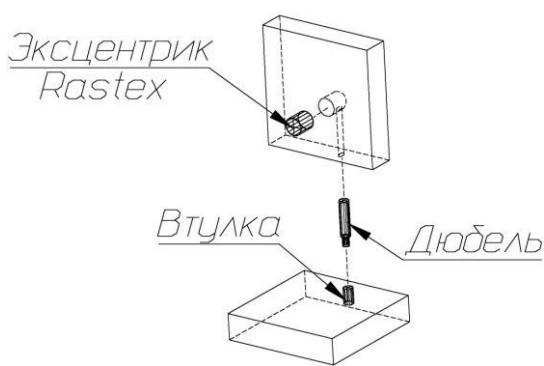

Рис. 1
1. В боковые стенки (3), (4), горизонтальные щиты (22), планку верхнюю переднюю (23), планку верхнюю заднюю (24) в имеющиеся отверстия установить эксцентрики, таким образом, чтобы стрелка была повернута в сторону отверстия в торце.
В установленные муфты эксцентриковых стяжек на боковых стенках (3), (4), перегородке (21), верхнем щите (20), нижнем щите (19) ввернуть дюбели, в соседние отверстия установить шканты (рис.1).
2. Установить монтажные планки петель на боковые стенки (3), (4) с помощью комплектных винтов.
3. Установить полкодержатели в отверстия на перегородке (21) и боковой стенке (3).